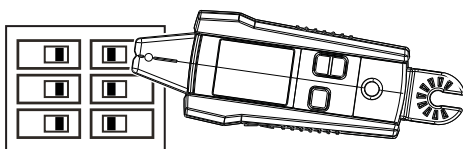

Figura 3.2c: Alineación de la ranura del Sensor de punta con el interruptor
2. Alinee la ranura del Sensor de punta con el interruptor a lo largo (consulte la figura 3.2c).